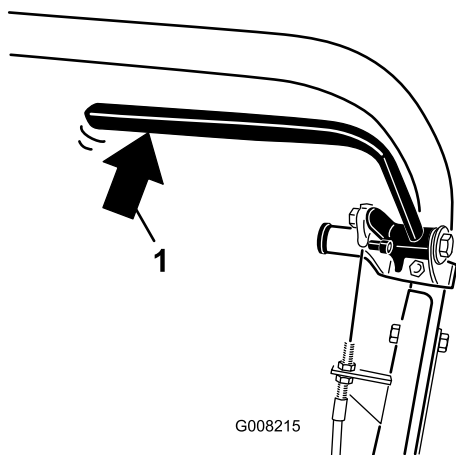

Figura 35
2. Usando una balanza de muelle, presione hacia atrás la palanca del freno de servicio (Figura 35). El freno de estacionamiento debe quitarse al alcanzar una fuerza de 13,5 a 18 kg. Si el freno de estacionamiento se quita antes de alcanzar la presión de 13,5 a 18 kg, ajuste el cable del freno. Vaya al paso 3.